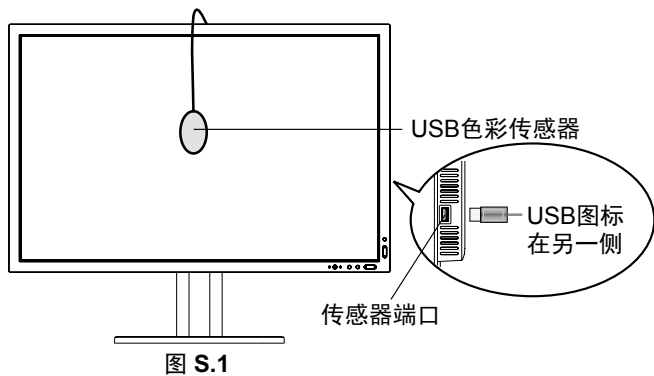

图 S.1
3. 将 USB 色彩传感器插入侧部 (直立式安装时为底部) USB 下游端口。(图 S.1)。
6. 该程序会请求将 USB 色彩传感器放置在显示面板的中心 (图 S.3)。将显示面板后倾 5° 左右并将 USB 色彩传感器放置在显示面板的中心 (图 S.1)。